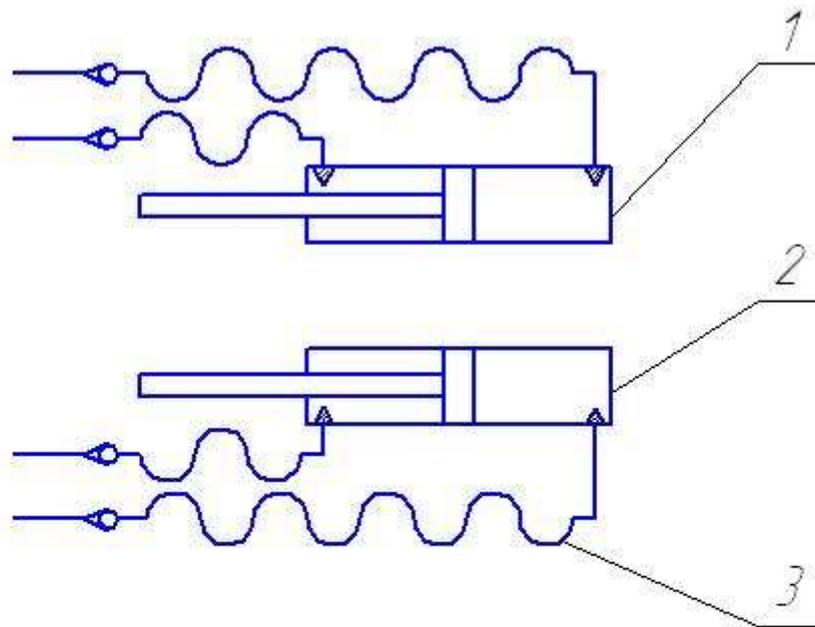
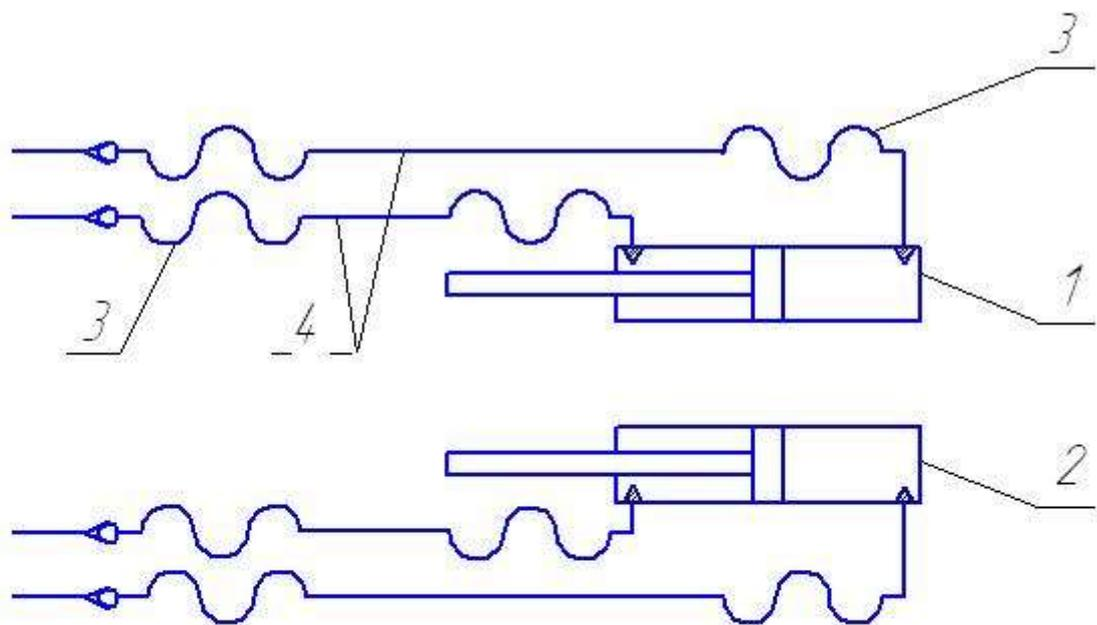

Рисунок 9 - Гидросхема РУ-1600
Рисунок 10 - гидро схема РУ-3000
2.9 Гидросистема РУ-1600 (рисунок 9) предназначена для открывания и закрывания заслонок. Гидросистема состоит из двух гидроцилиндров 1, 2 и рукавов высокого давления 3. Гидросистема РУ-3000 (рисунок 10) имеет то же назначение и состоит из двух гидроцилиндров 1, 2, рукавов высокого давления 3 и трубопроводов 4.